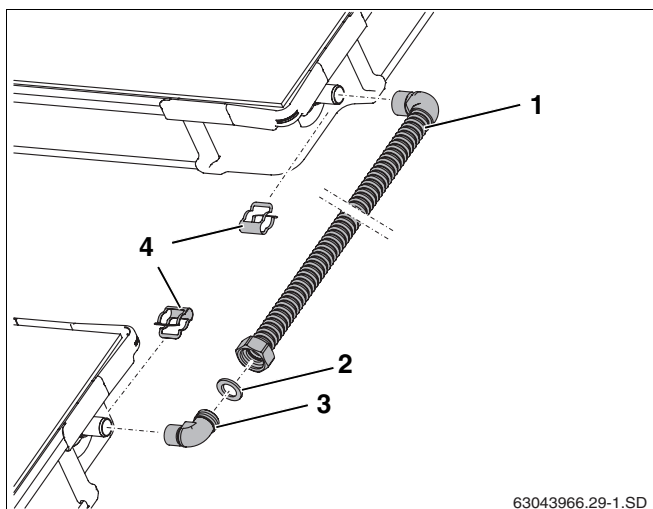

Fig. 60 Kit de connexion entre deux rangées de capteurs
Si vous devez raccourcir le tube de raccordement (fig. 60, **pos. 1**) tenez compte des étapes de montage décrites dans le chap. "Former la surface d'étanchéité:" page 36.
- Insérer le joint (fig. 60, **pos. 2**) dans l'écrou-raccord.
- Insérer l'équerre (fig. 60, **pos. 3**) dans l'écrou-raccord G1, positionner et visser.
- Insérer le tube de raccordement (fig. 60, **pos. 1**) sur les raccords de capteurs et fixer à l'aide des brides de fixation (fig. 60, **pos. 4**) du kit de raccordement.